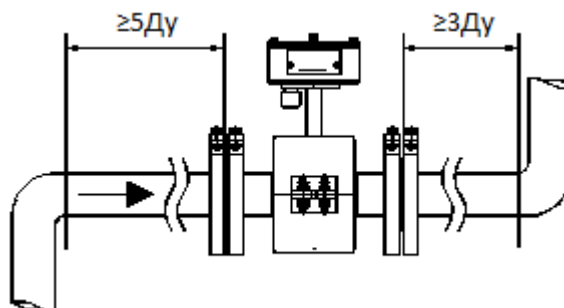

Рисунок 6.4
6.2.6 Расходомер необходимо располагать в той части трубопровода, где пульсации и завихрения минимальные. При установке расходомера необходимо обеспечить прямолинейные участки трубопровода длиной не менее 5 ДУ до и 3 ДУ после ППР (см. рисунок 6.4).